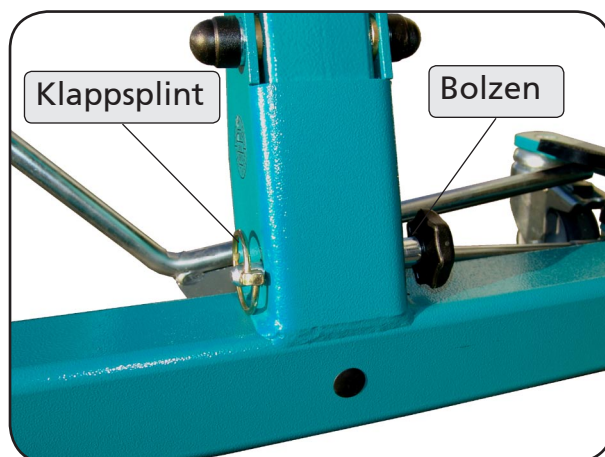

Abbildung 24
3. Entfernen Sie nun an der Standmastaufnahme den Klappsplint mit dem Bolzen und klappen Sie den Standmast nach vorne (Abbildung 24+25).